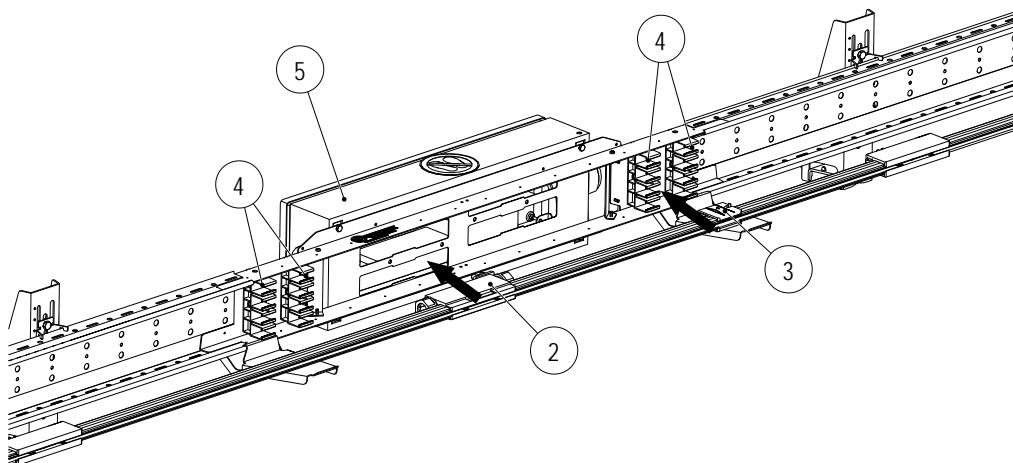
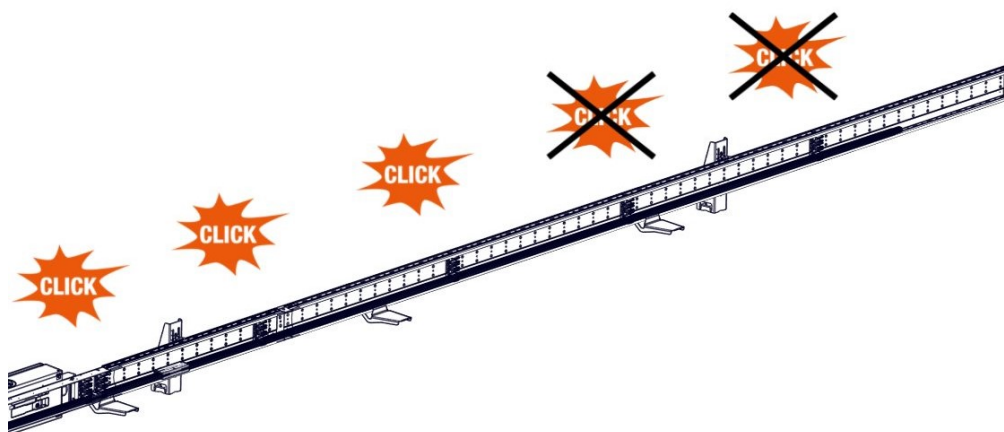

Abb. 36: Schleifleitungsschiene mit Einspeisung (2) und Fixpunkt (3) in Klemmenkasten (5) montieren
Abb. 37: Die letzten Schienenhalter bei den weiteren Schleifleitungsschienen nicht einhängen
4. Die verbundenen Schleifleitungen so in die Schienenhalter einhängen, dass die montierte Einspeisung (2) in die Klemmenkasten-Aussparung passt und der Fixpunkt (3) zwischen seinen Schienenhalter (4) positioniert wird (siehe Abb. 36). Dabei die PE-Position der Schleifleitungsschiene beachten (Conductix-Wampfler empfiehlt, die PE-Schiene als letzten bzw. unteren Pol anzubringen (von oben betrachtet)). Die weiteren Schleifleitungsschienen in die Schienenhalter einhängen. Für eine bessere Handhabung die weiteren Schleifleitungsschienen noch nicht in die zwei letzten Schienenhalter einhängen (siehe Abb. 37).